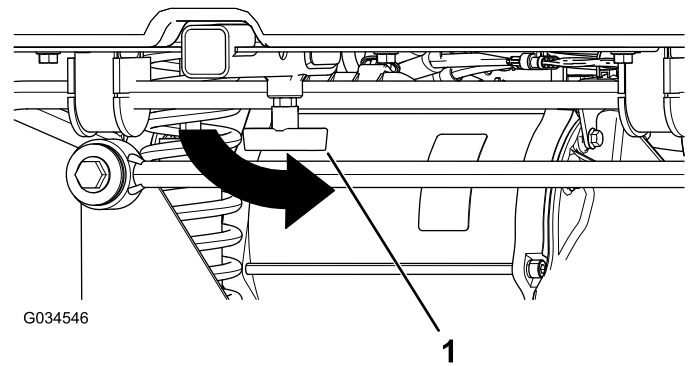

Bild 16
3. Drehen Sie den T-Bügel nach links, um ihn anzuziehen (**Bild 16**).